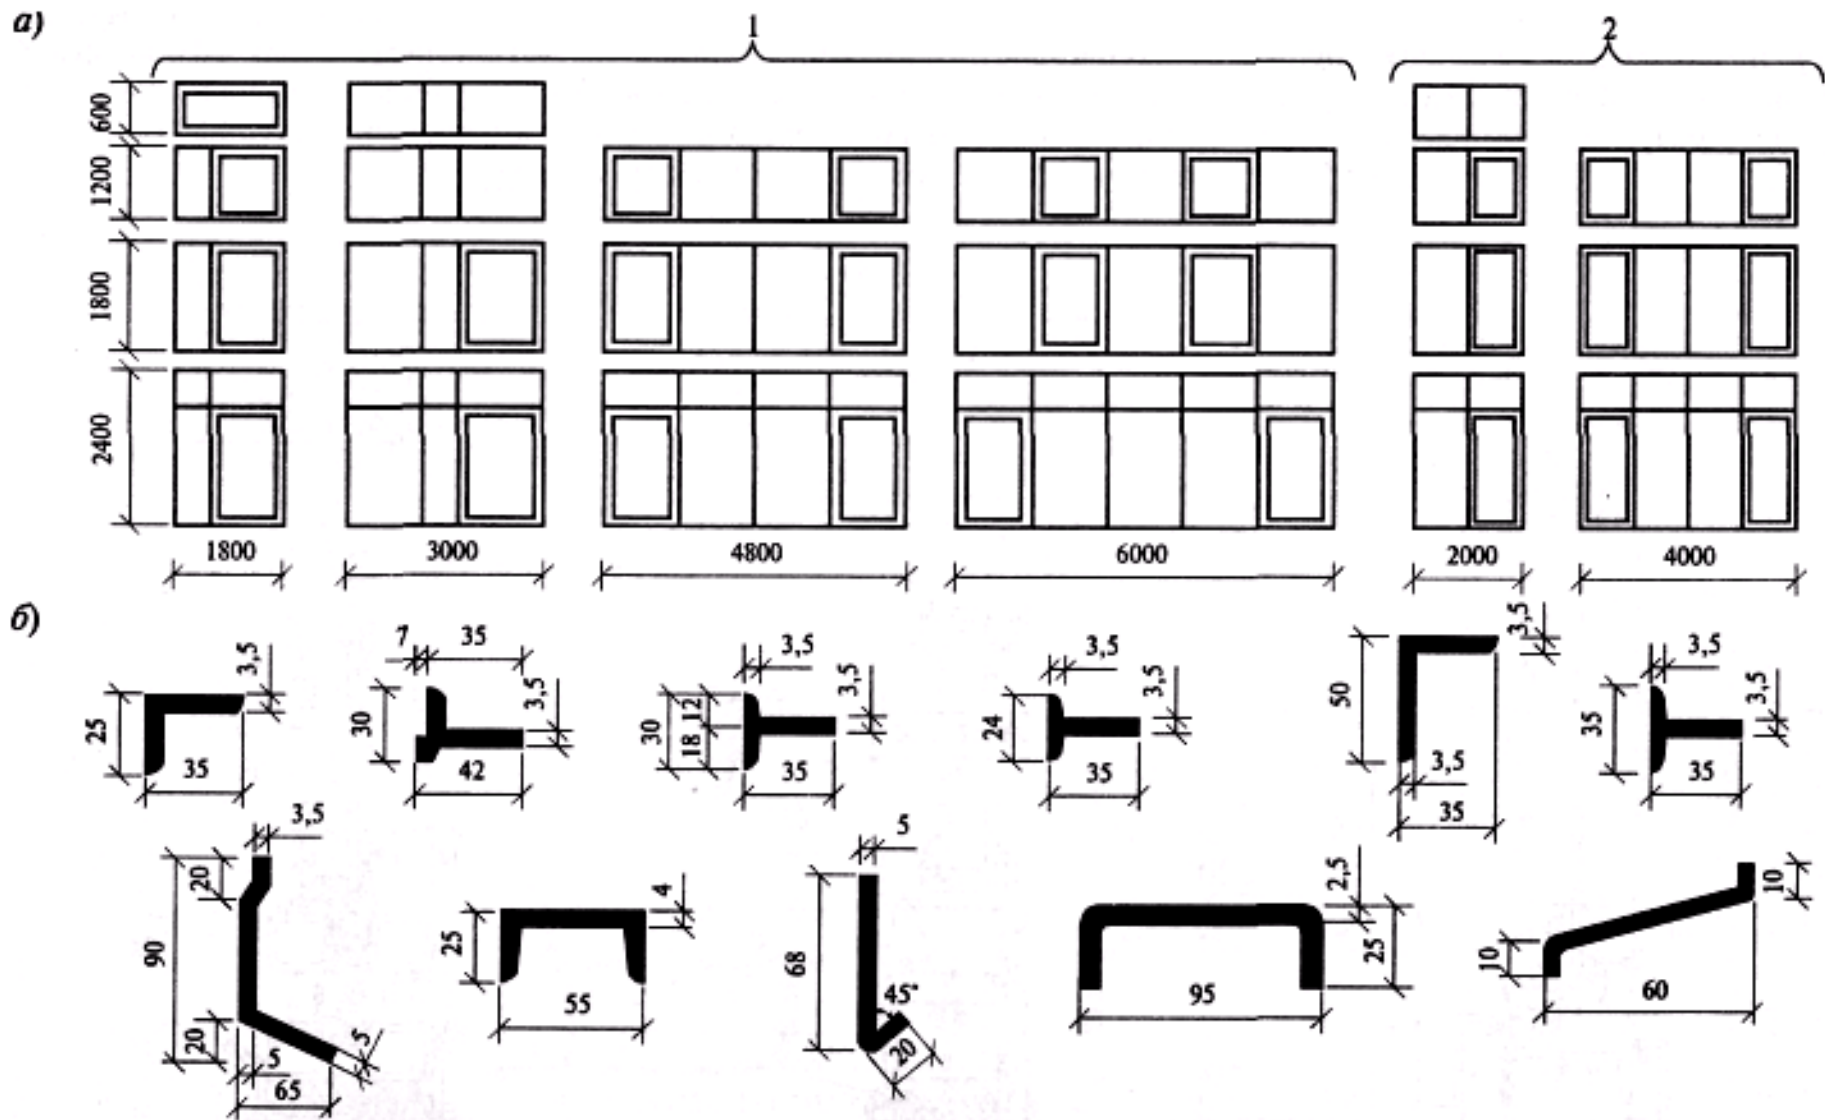

Рисунок 5.2 - Номенклатура окон с металлическими переплетами:
**Стальные переплеты** (рисунок 5.2) изготавливают из гнутых и прокатных профилей. Верхняя обвязка у них из уголков, внутренняя и боковая из тавриков, а профиль нижней обвязки имеет слив.